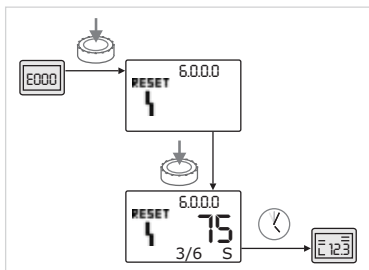

Fig.59: Potwierdzanie błędu typu B (X < Y)
- Jeżeli aktualna liczba wystąpień błędu jest mniejsza niż maksymalna liczba wystąpień (rys. 59):